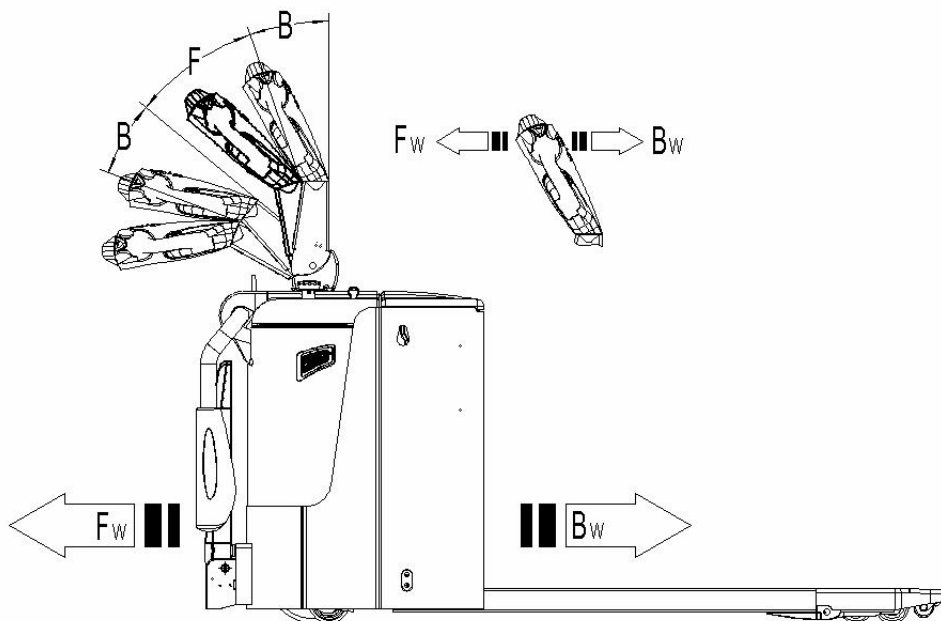

Рис. 11: Направления движения
Поверните ключ (8), переместите ручку в рабочее положение ('F', Рис.11), поверните рукоятку акселератора в направлении вперед 'Fw.' или назад 'Bw.'(Рис. 11).